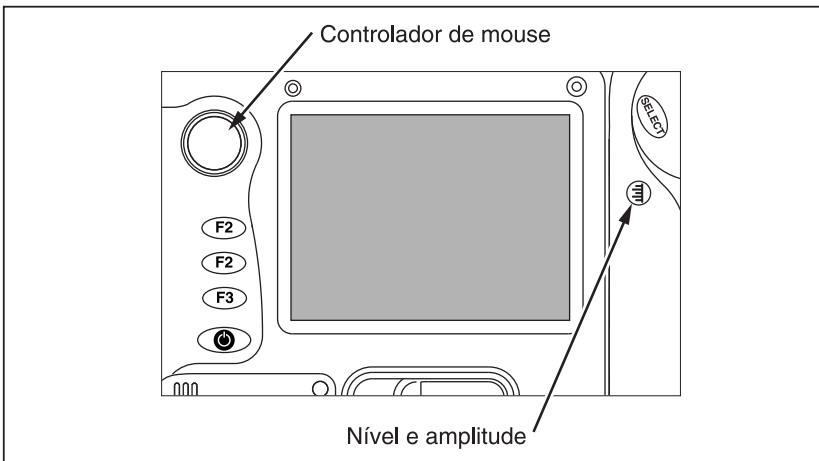

Figura 7. Ajuste do nível de mescla de IR-Fusion®
2. Continue pressionando (☹) e, com o controlador do mouse mostrado na Figura 7, deslize a barra do nível de mescla de IR-Fusion® na caixa de diálogo até o nível desejado.